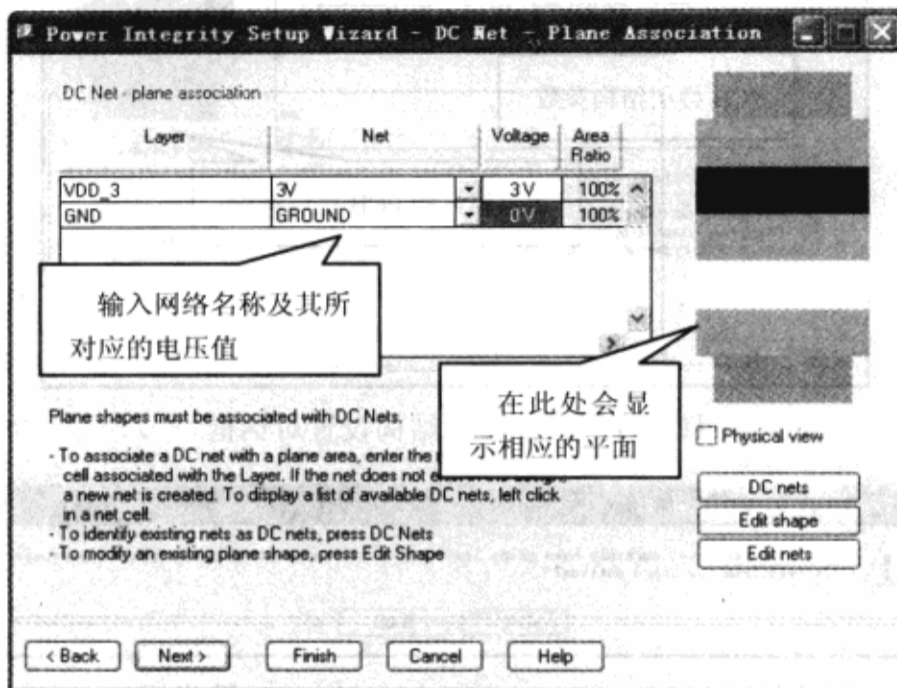

图 7-12-36 输入网络名称和电压值
(3) 在“Power Integrity Setup Wizard - DC Net-Plane Association”对话框中进行如下操作：在“VDD\_3”旁边“Net”栏的文本框中输入“3V”；在“VDD\_3”旁边“Voltage”栏的文本框中输入“3V”；在“GND”旁边“Net”栏的文本框中输入“Ground”；在“GND”旁边“Voltage”栏的文本框中输入“0V”，如图 7-12-36 所示。